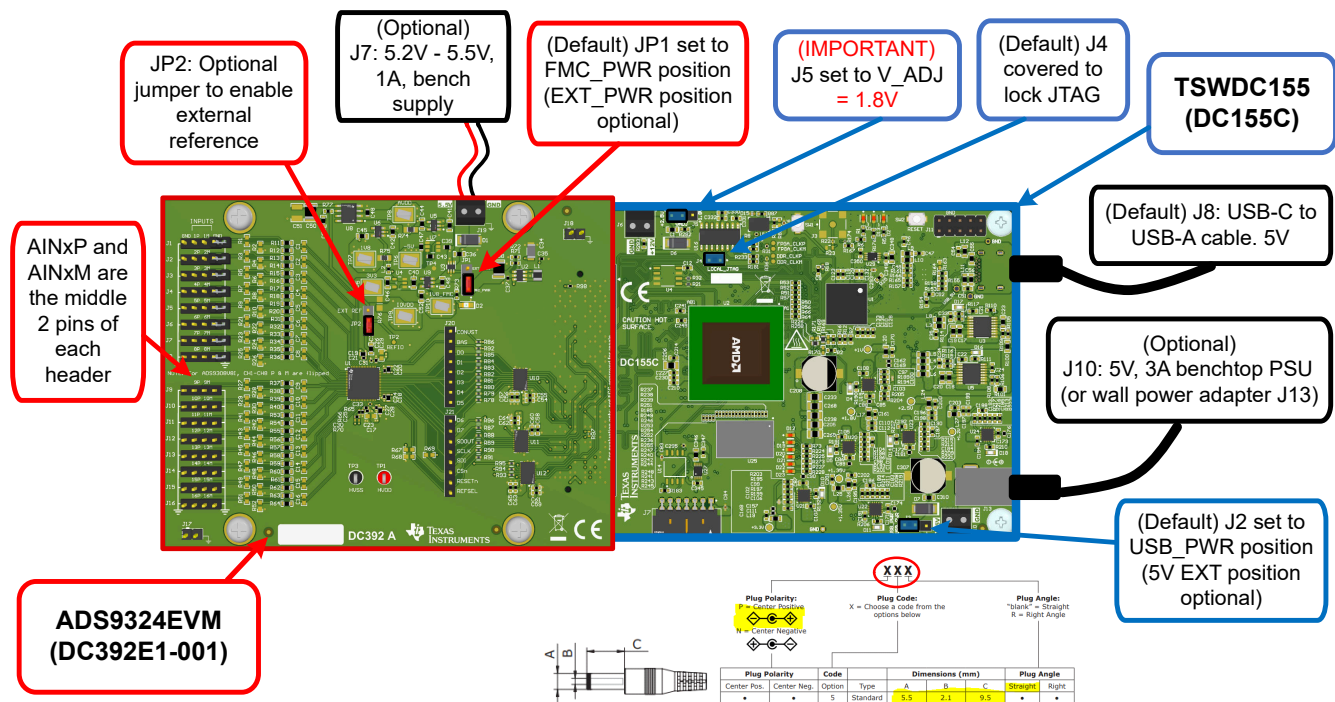

図 2-1. ハードウェアの接続
1. 図 2-1 でデフォルトジャンパ設定、セクション 2.4.1 で電源ガイドラインを確認してください。